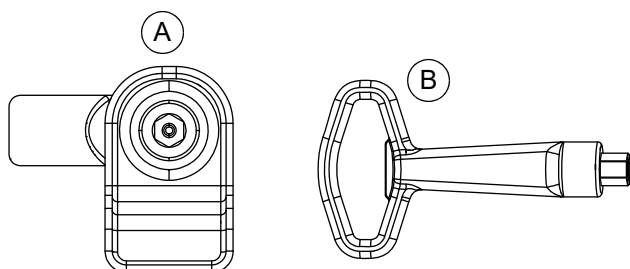

Figure 3-2. Clé et loquet du panneau d'accès (typique)
1. Voir **Figure 3-2**. Retirer la clé (B) du sachet attaché à la porte de la machine.